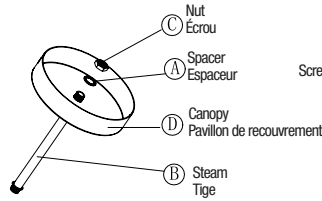

Fig. 2b
2. Open the accessories bag, insert the stem B into canopy D, use nut C and spacer A to make stem B fixed on the canopy D (Fig. 2b).
2. Ouvrir la trousse d'accessoires, insérer la tige B dans le pavillon de recouvrement D, utiliser l'écrou C et l'espaceur A pour fixer la tige B sur le pavillon de recouvrement D (Fig. 2b).